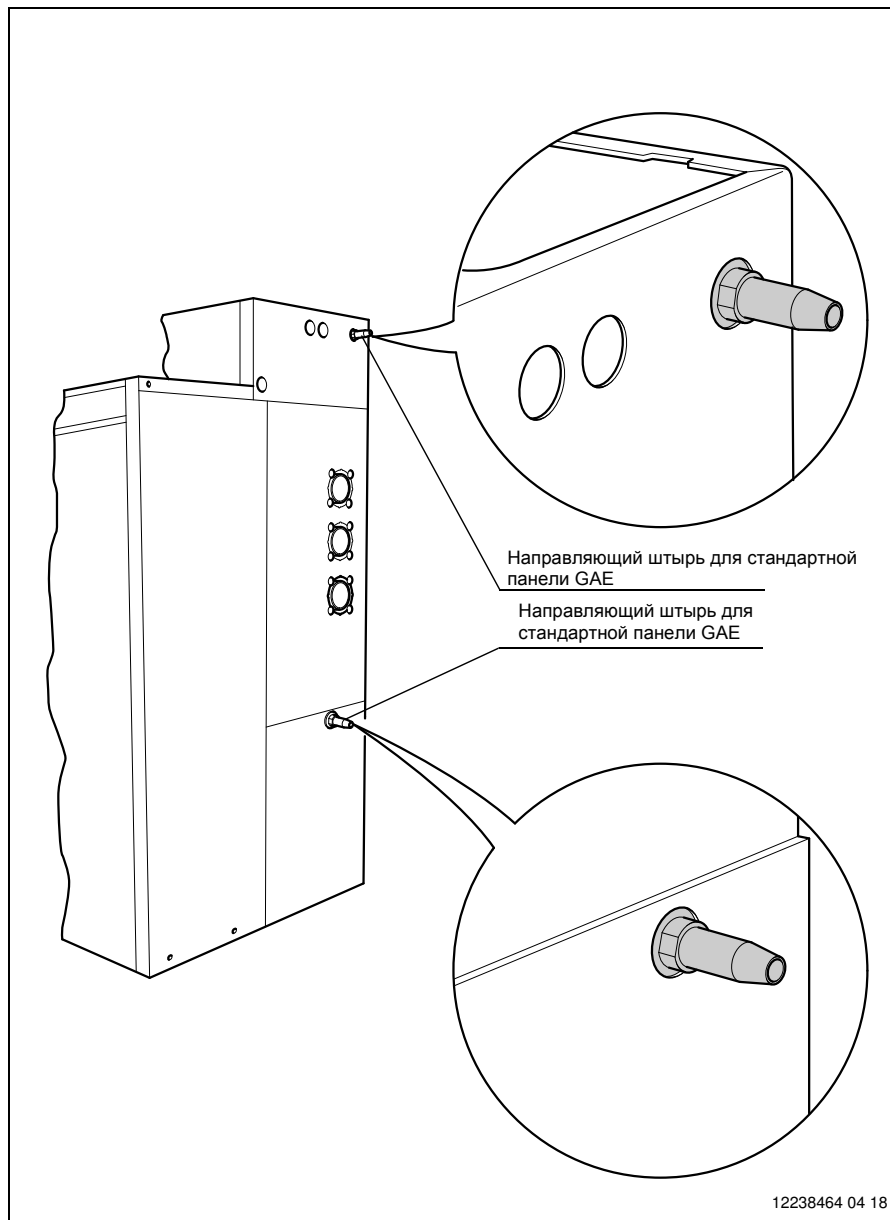

Рис. 29
10. Монтаж направляющих штырей (Рис. 29)